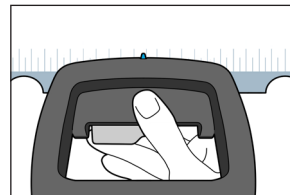

Fig. 8
3. Använd den blå indikatorn på handtaget och skalan på apparaten för att rikta in handtaget på önskad plats (Fig. 8).